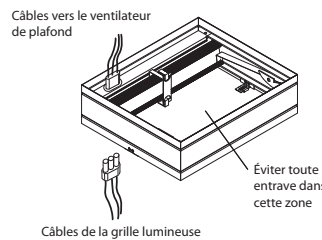

Figure 3 — Fiche électrique pour grille lumineuse
2. Si la grille lumineuse Dayton en option est utilisée, s'assurer que le registre de rayonnement de plafond comporte une fiche électrique. La fiche électrique doit être branchée dans le ventilateur. Vérifier que le câble électrique n'entrave pas le fonctionnement du registre. Voir la Figure 3.